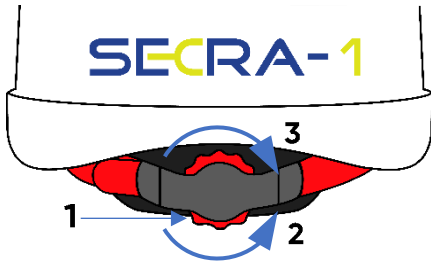

Fig.1
Prilba má krokové nastavenie obvodu hlavy v krokoch po 1 mm, v rozpätí od 53 cm do 63 cm. Keď si prilbu vložíte na hlavu, prispôbte ju k obvodu hlavy otáčaním regulačného kolieska (1), ktoré sa nachádza v zadnej časti prilby (Fig. 1). Pás regulátora sa otáčaním doľava (2) uvoľňuje a otáčaním doprava (3) sťahuje.